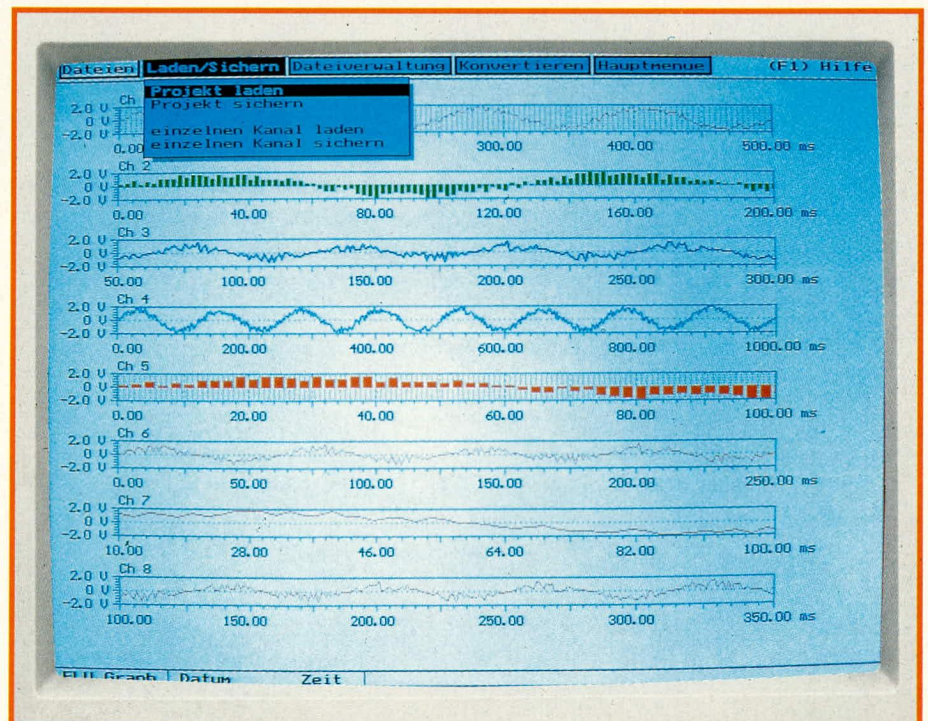

Bild 1:
- Gleichzeitige Darstellung mehrerer Signalverläufe in einem Fenster (Bild 1). Dadurch wird ein direkter Vergleich zwischen den Signalverläufen möglich. Zur besseren Unterscheidung lassen sich verschiedene Ausgabeformen wählen, außerdem können die Signalverläufe markiert
Bildfüllende Vergrößerung des Kanals 1 von Bild 1, mit eingeblendetem Zoom-Fenster.
den auf volle Fensterhöhe vergrößerten Signalverlauf des Kanals 1 von Bild 1.